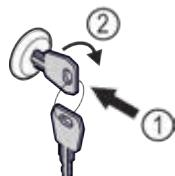

Fig. 171
- Вдавити ключ Fig. 171 (1).
- Повернути ключ на 90° за годинниковою стрілкою Fig. 171 (2).